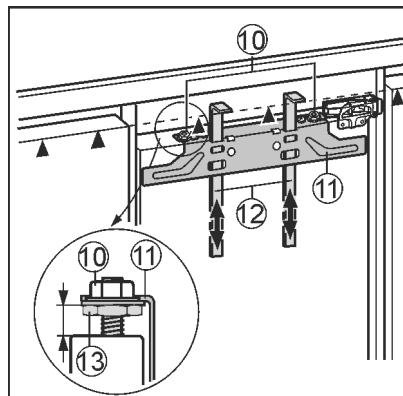

Fig. 17
- Pousser les gabarits de montage Fig. 17 (12) vers le haut à hauteur de porte du placard. Bord inférieur de butée ▲ du gabarit de montage = bord supérieur de la porte du placard à monter.
- Dévisser la traverse de fixation Fig. 17 (11) au moyen des contre-écrous Fig. 17 (10).